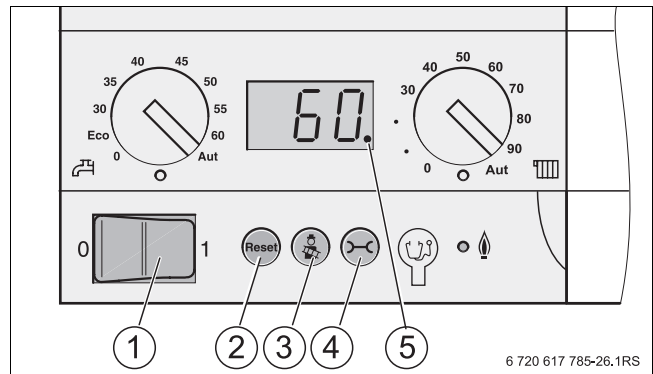

Bild 51 Bedienfeld des Basiscontrollers
- Betriebsschalter (→ Bild 51, [1]) am Bedienfeld des Basiscontrollers auf „0“ (Aus) stellen